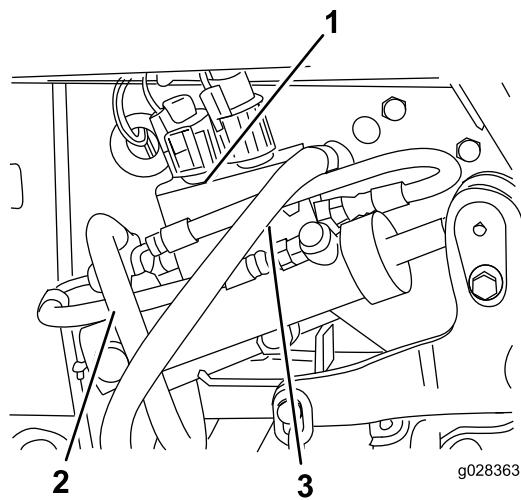

Bild 100
19. Trennen Sie den Druckschlauch vom Regelventil ab (Bild 100).